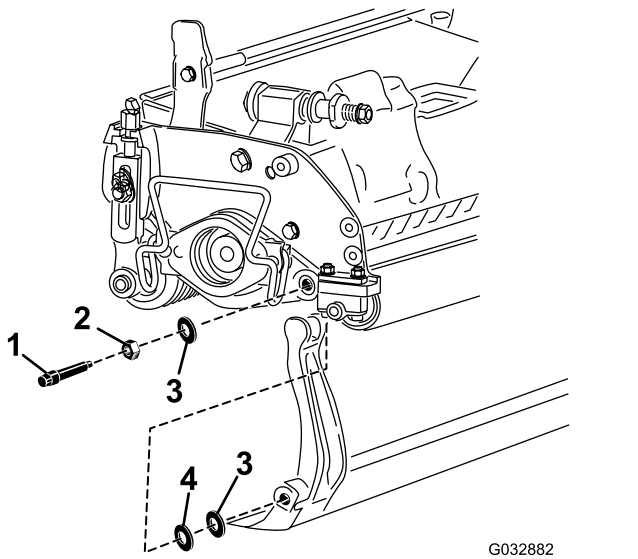

图15
取下底刀架两端的2个尼龙垫圈和1个钢垫圈 图15。
3. 将尼龙垫圈放在侧板凸起的一侧。在两个尼龙垫圈的外侧各放一个钢垫圈图15。